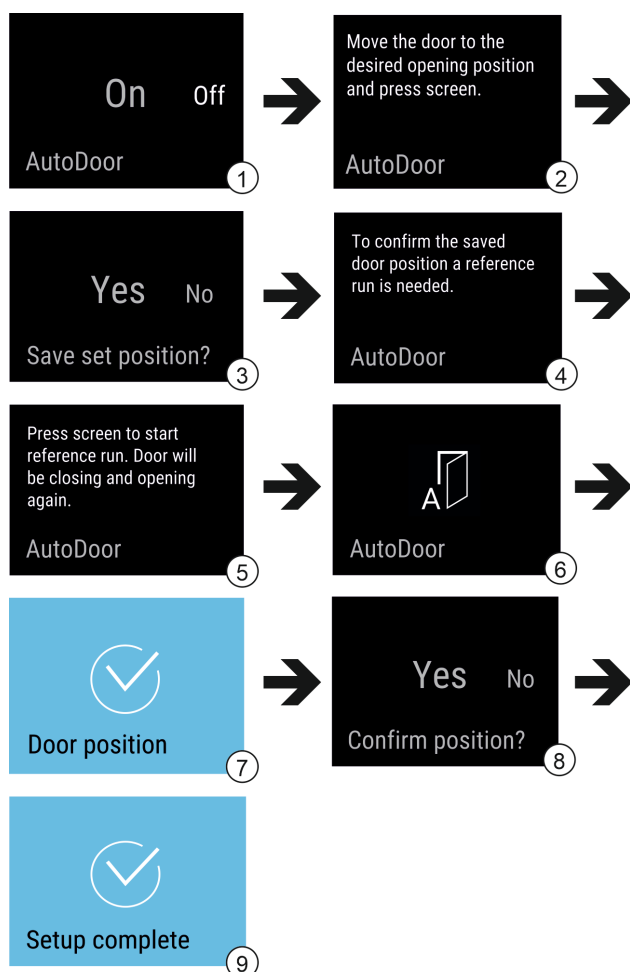

Fig. 13 Presentation av indikeringarna på engelska som exempel
- Aktivera AutoDoor: Svep indikeringen på displayen till On. Fig. 13 (1)
- Håll displayen intryckt i 3 sekunder. Fig. 13 (1)
- Konfigurerar dörröppningsvinkeln: Öppna dörren minst 70°. Fig. 13 (2)
- Bekräfta dörröppningsvinkeln: Tryck på meddelandet i displayen. Fig. 13 (3)
- Starta referenskörningen: Tryck på displayen. Fig. 13 (5)
- ▷ Displayen blinkar. Fig. 13 (6)
- ▷ Referenskörningen har slutförts: Displayen växlar till blå färg under 2 sekunder. Fig. 13 (7)
- Bekräfta dörröppningsvinkeln. Fig. 13 (8)
- ▷ Displayen växlar till blå färg. Fig. 13 (9)